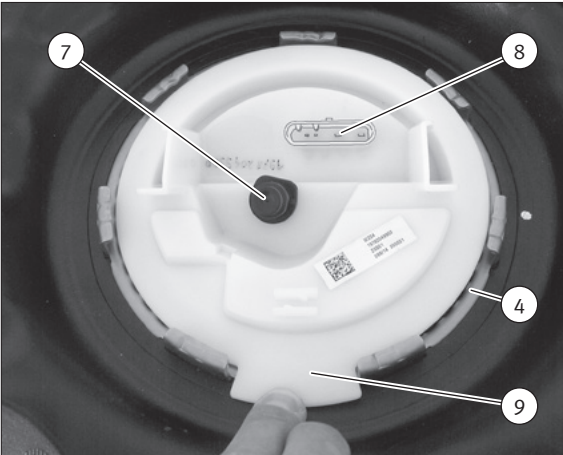

Abb. 3/Fig. 3/Puc. 3/图3
- 在将法兰盖装在卡口环和密封件(4)上时，应使接片(9)朝着行车方向(图3)。